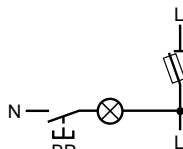

Fig. 2. Unipolaire + bouton-poussoir d'essai.
■ **unipolaire + bouton-poussoir d'essai** (fig. 2) : les voyants sont éteints et s'allument par action sur le bouton-poussoir d'essai. Les voyants ne s'allument pas si le circuit est en défaut (fusible fondu ou absent).